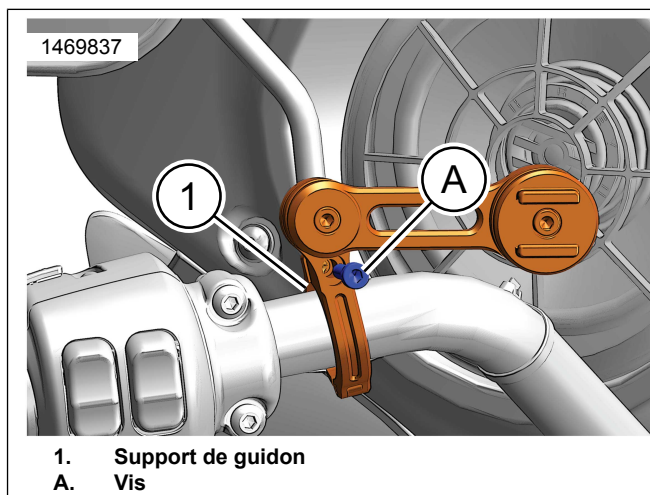

Figure 2. Installez le montage de téléphone au guidon latéral gauche
- b. Si nécessaire, sélectionnez la taille de cale appropriée (2).
- c. Figure 2 Retirez la vis (A) du support du guidon (1).
- d. Insérez la cale (2).
- e. Figure 2 Installez le support du guidon (1) avec la cale installée (2) au guidon du véhicule.
- f. Avant de serrer le boulon de support à téléphone (A), ajuster l'horloge pour permettre la visualisation sans obstruer les fonctions de la motocyclette.
- g. Installez la vis (A). Serrer.